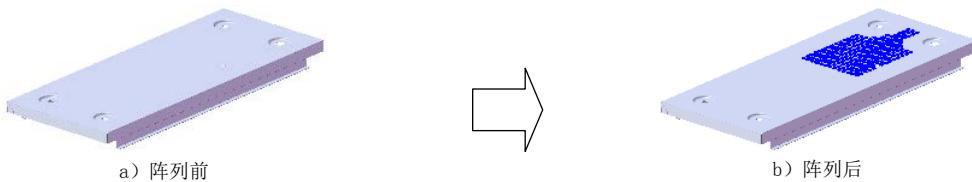

图 17.9.53 创建填充阵列 1
Step24. 创建图 17.9.53 所示的填充阵列 1。